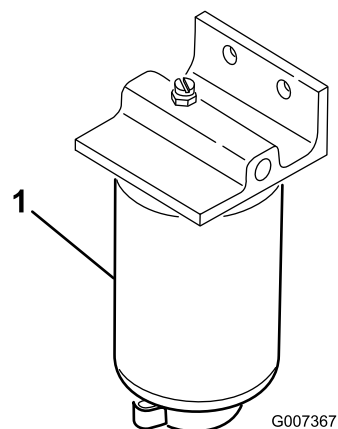

Bild 40
2. Reinigen Sie den Anbaubereich der Filterglocke (Bild 40).
4. Öffnen Sie die Filterablassschraube und das Entlüftungsventil (Bild 40).